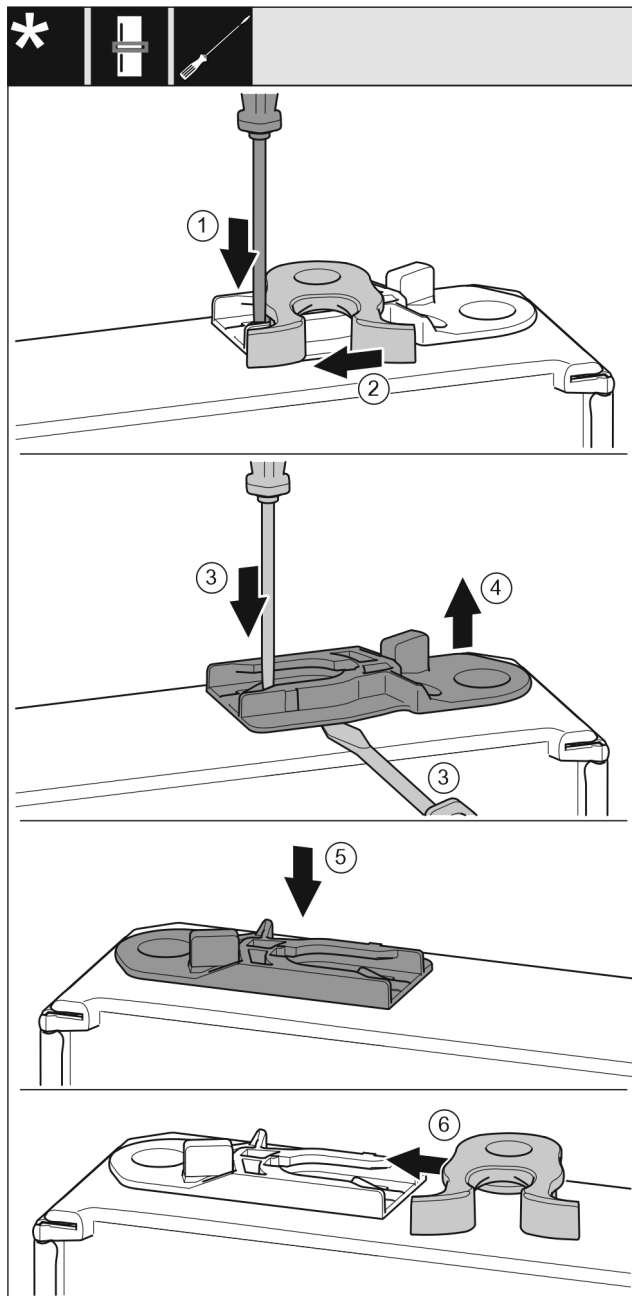

Fig. 20
- ▶ Прижмите накладку Fig. 20 (1) шлицевой отверткой вниз.
- ▶ Выведите запорный крючок Fig. 20 (2) из направляющей.
- ▶ Извлеките направляющее гнездо Fig. 20 (3, 4): прижмите накладку шлицевой отверткой и одновременно переместите ее шлицевой отверткой под направляющее гнездо.
- ▶ Вставьте входящее в комплект поставки направляющее гнездо Fig. 20 (5) на другой стороне корпуса. Устройства без амортизатора закрывания двери:
- ▶ Вставьте запорный крючок Fig. 20 (6) в направляющую.